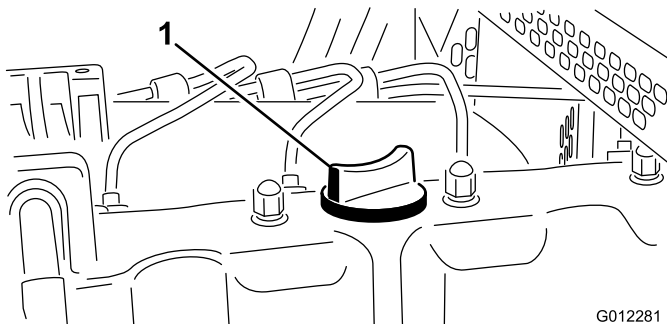

Figure 11
5. Si le niveau n'atteint pas le repère du plein, enlevez le bouchon de remplissage (Figure 11) et faites l'appoint jusqu'à ce que le niveau correct soit atteint.